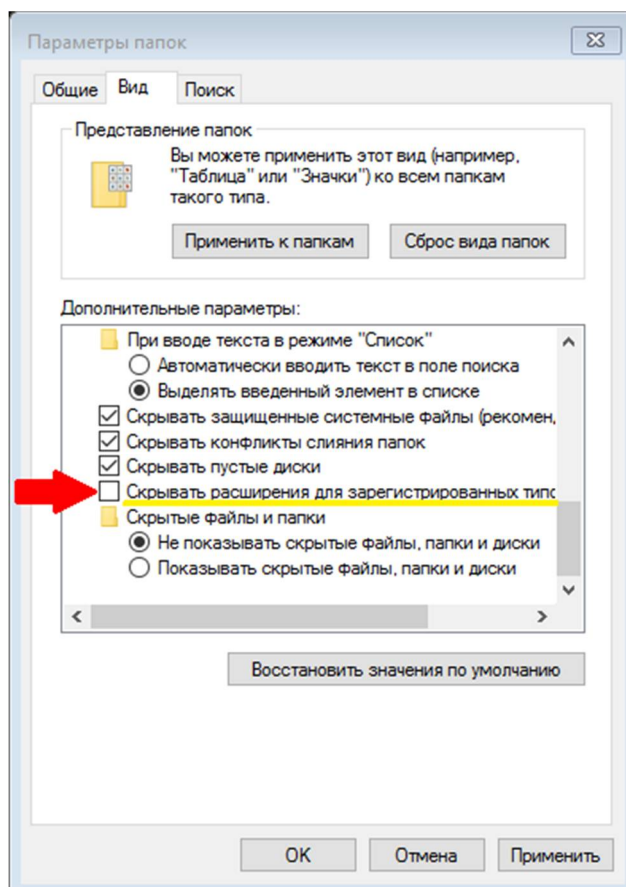

Рисунок 31 – Включение отображения расширений файлов
1. Извлечь карту памяти и создать на ней файл с именем «RESET.CODE» любым доступным способом (следует иметь ввиду, что в среде MS Windows необходимо включить отображение расширений файлов (рисунок 31)).